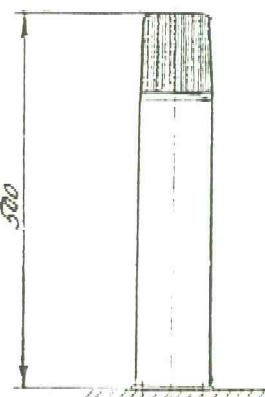

Рис.1
- 1.1 Светильники венчурные серии ХТУ07-70-001, ХТУ07-70-003 (рис.1) с разрядными лампами высокого давления предназначены для функционально-декоративного освещения скверов, парков и бульваров.